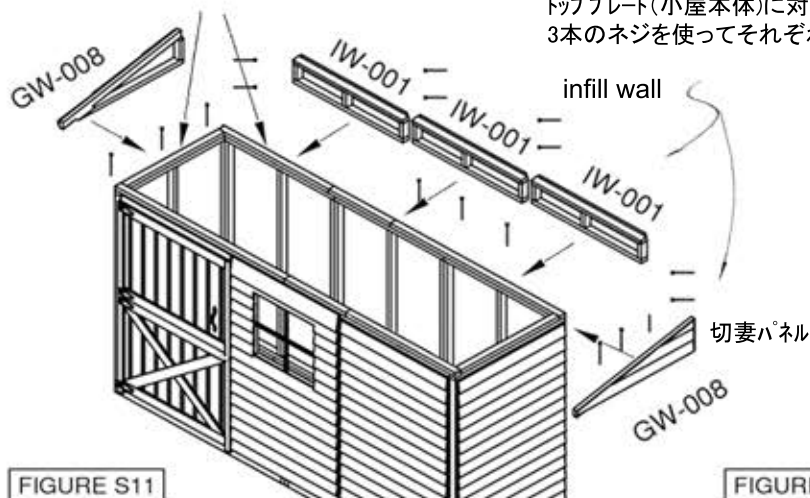

FIGURE S11
- ・切妻パネル(三角形)とInfill Wallパネルを3インチ(76mm)ネジを使って取り付けます。 図S11,12参照